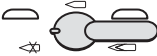

Fig. 2
- Find sikrings-/affyringsvælgeren på venstre side af grebet (fig. 2).